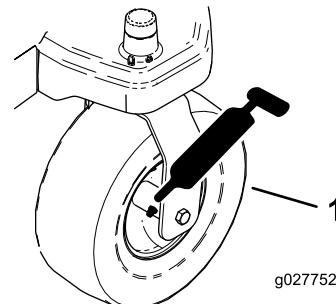
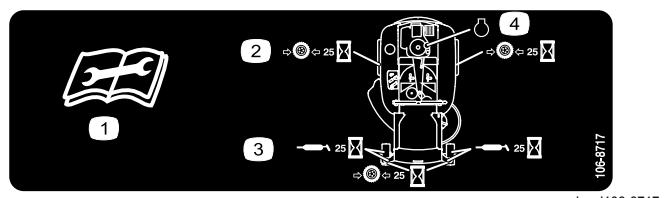

Figura 24
Figura 25
3. Limpie con un trapo los puntos de engrase (Figura 24 y Figura 25).
4. Conecte una pistola de engrasar a cada punto de engrase (Figura 24 y Figura 25).